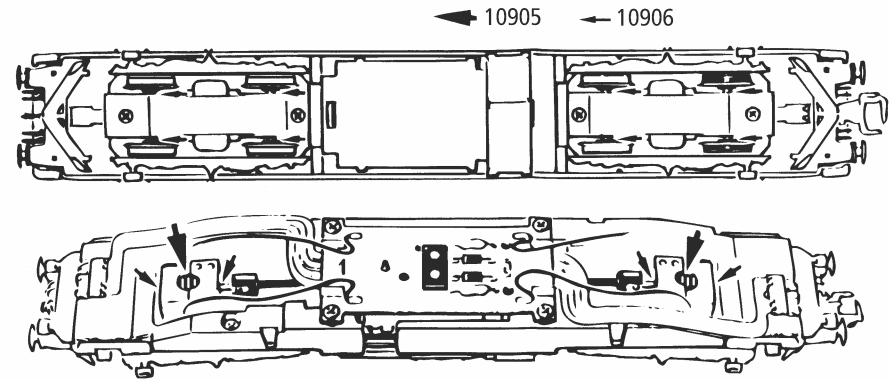

Fig. 10
5. Kohlebürstenwechsel: Lokgehäuse abnehmen (Fig. 3). Danach wird der **Motor ausgebaut** und die **Kohlebürsten ausgewechselt** (Fig. 10).
5. Remplacement des balais du moteur: Démontez la caisse (voir fig 3). Démontez ensuite le moteur et échangez le balais (fig. 10).
5. Het vervangen van de koolborstels: Loc-kap verwijderen (Fig. 3). Daarna tilt u de motor eruit en kunt u de borstels vervangen (Fig. 10).